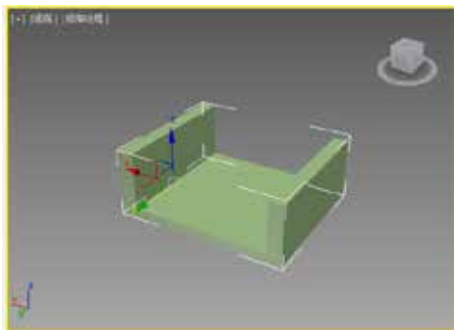

图 2-6 挤出右侧面
STEP 07 再次挤出面，使高度和左侧高度相同，挤出完成后如图 2-6 所示。